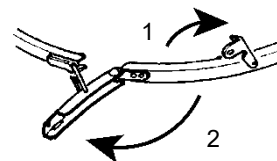

Fig.1
- 3) 油槽に蓋を固定しているバンドのストッパーを外し、止め金を起こしてバンドを緩めて外してください。（Fig.1）